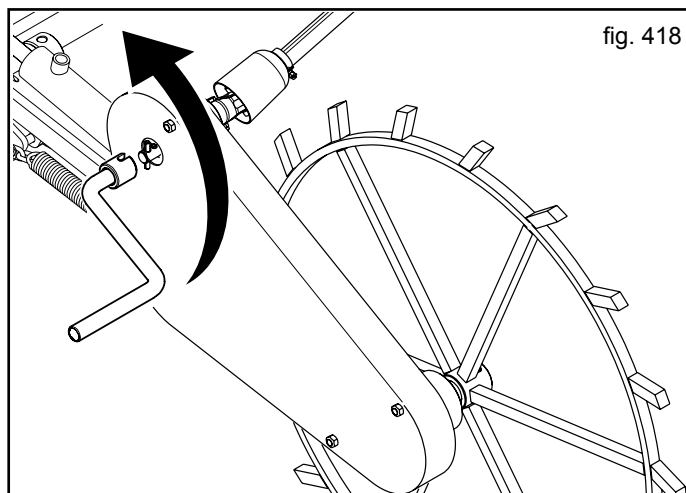

fig. 418
- 6) Indsæt håndsvinget på transmissionskassen og drej det mod uret (fig. 418), som vist på mærkatet: håndsvingets omdrejninger svarer til 1/40 hektar.